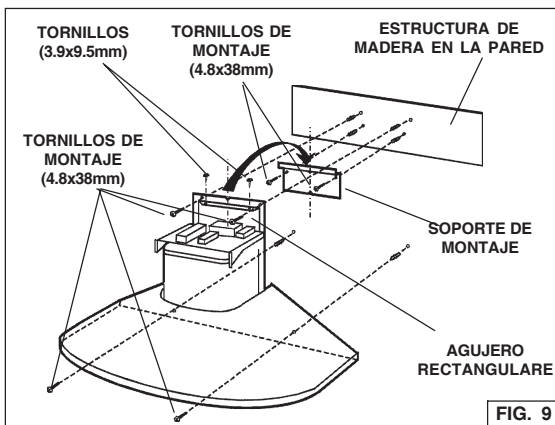

FIG. 9
3. Alinee la abertura rectangular de la parte posterior de la campana con el soporte de montaje de la pared. Baje suavemente la campana hasta que encaje correctamente en el soporte. Fig. 9
4. Nivele la campana con (2) tornillos (3.9x9.5mm) y asegúrela con (4) tornillos de montaje (4.8x38mm). Si no dispone de tachones de pared ni de marcos, utilice los soportes de muro de mampostería sin mortero suministrados. Fig. 9